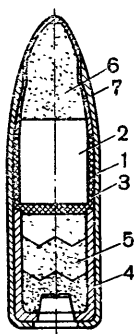

Рис. 49. Зажигательная пуля:
38. Зажигательная пуля (рис. 49) предназначена для воспламенения горючего (например, бензина, керосина, нефти) в железных баках со стенками толщиной до 3 мм, а также легко загорающихся материалов (соломенных крыш, сена, соломы, сухой травы) на дальностях до 700 м.